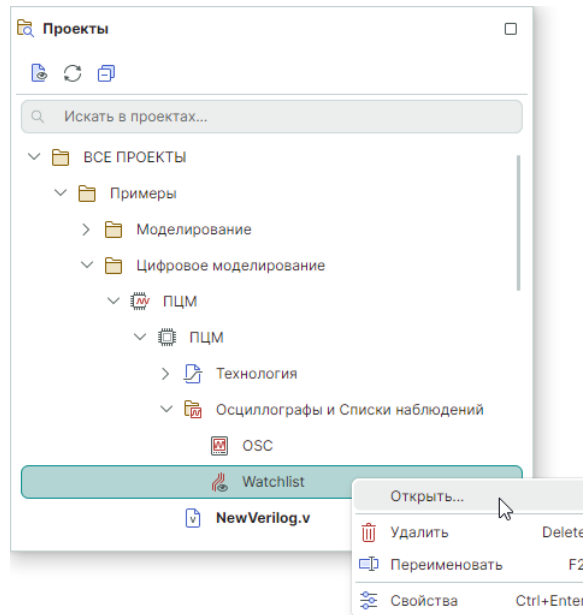

Рис. 42 Контекстное меню списка наблюдений
2. Выберите пункт «Открыть», см. Рис. 42. Или используйте двойной клик левой кнопки мыши на названии списка наблюдений.